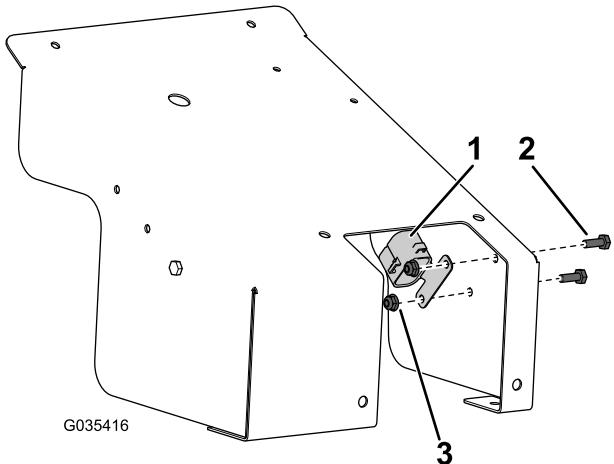

图9
7. 从线束上卸下保险丝盒盖图9。
8. 如图9所示用2个螺栓 $\frac{1}{4} \times \frac{3}{4}$ 英寸和2个螺母 $\frac{1}{4}$ 英寸将保险丝盒盖安装到盖子内侧。